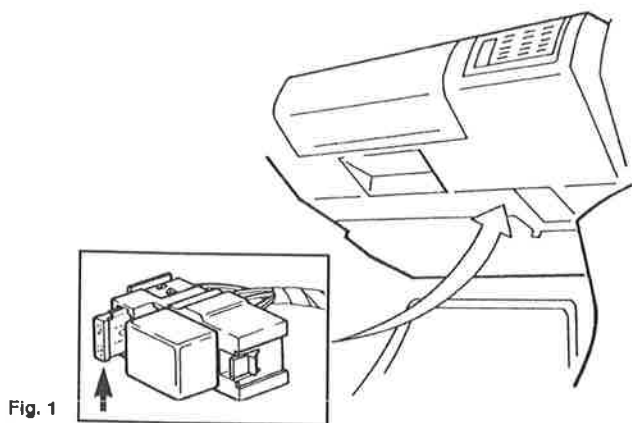

Fig. 1
- Contrôler le fusible de la pompe d'alimentation (sur le bloc des portes-relais) (**Fig. 1**).